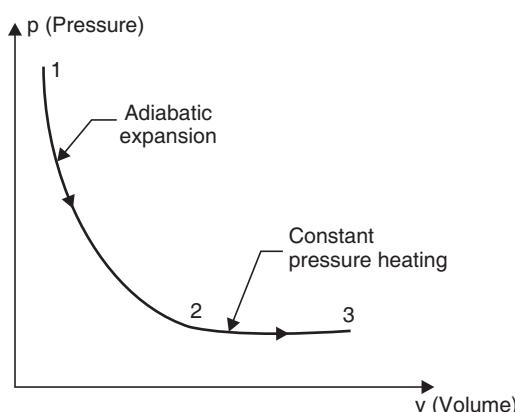

Fig. 2.22
**Solution.** Refer Fig. 2.22.